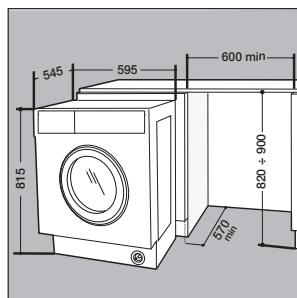

Fig. 6
- Împingeți aparatul în deschidere, aliniindu-l cu celealte piese de mobilier (fig. 6).